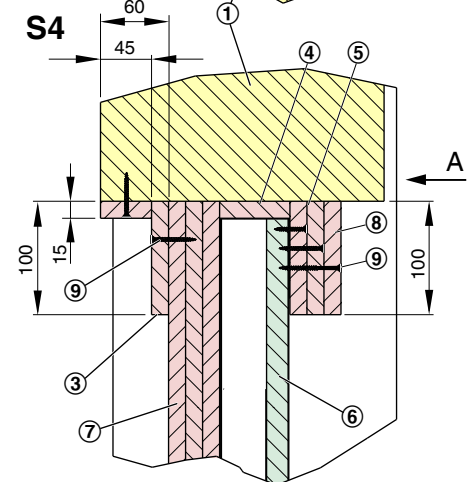

Fig. 33 : Détails EK-JZ Montage à sec dans une paroi en plâtre avec des montants métalliques EI 120 S
- Montage du mur selon les instructions du fabricant. Préparer l'ouverture de montage conformément à Fig. 33 .
- Relier le volet et le mur avec un profilé en V (3) en tôle à l'aide de (vis à tête cylindrique 41 mm) Les profilés en V doivent être fixés au mur (7) et au volet (1), espacement des vis ≤ 150 mm